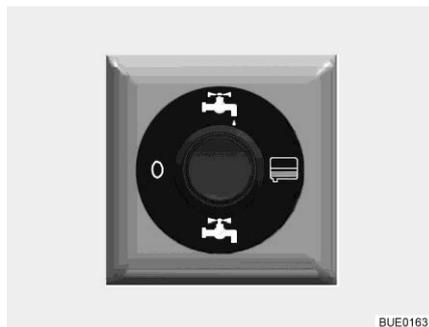

Fig. 199 Conmutador de mando para la llave de desagüe de accionamiento eléctrico (en parte equipamiento especial)
- Pulsar la parte superior del conmutador de mando (Fig. 199). Las aguas residuales son evacuadas.
- Una vez que hayan salido totalmente las aguas residuales, pulsar la parte inferior del conmutador de mando (Fig. 199).
- Poner el conmutador de mando (Fig. 199) en la posición "0" (sin corriente eléctrica).